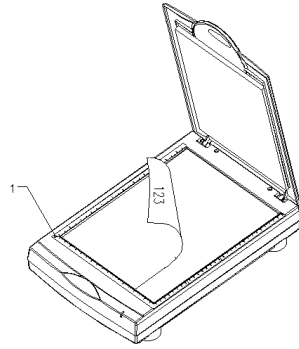

Figura 11: Posicionar um documento (1 = ponto de referência)
7. Coloque o original que pretende digitalizar na placa de vidro do scanner, com a imagem virada para baixo (figura 11).